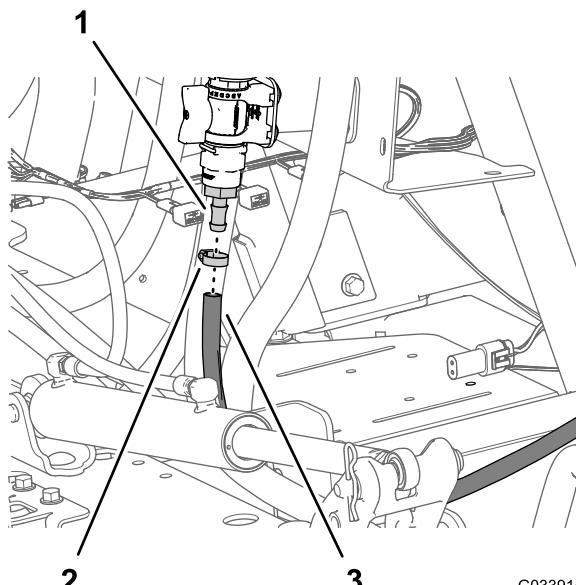

Рисунок 36
- Наденьте шланг распылителя на штуцер типа «елочка» регулирующего клапана и закрепите шланг на штуцере при помощи шлангового хомута (Рисунок 36).